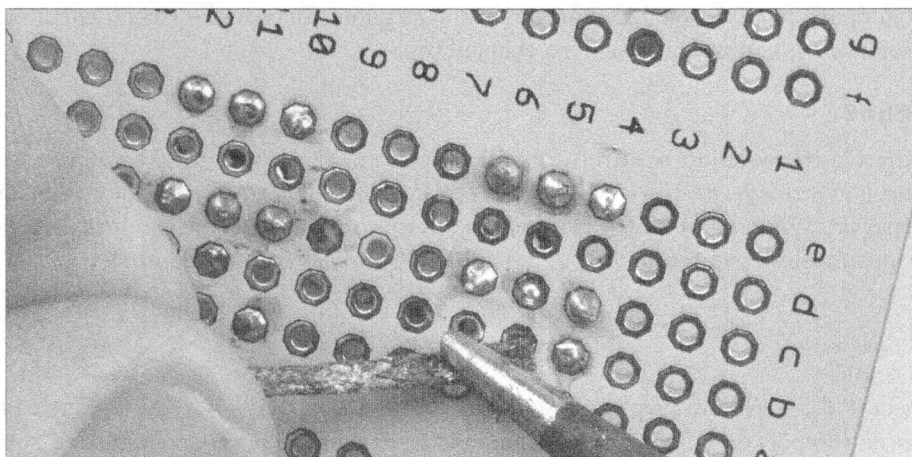

Рис. 20.22. Сбор припоя медной косичкой
1. Удалите как можно больше припоя с выводов и места пайки, нагревая его паяльником и промакивая лентой (косичкой) для снятия припоя (рис. 20.22).